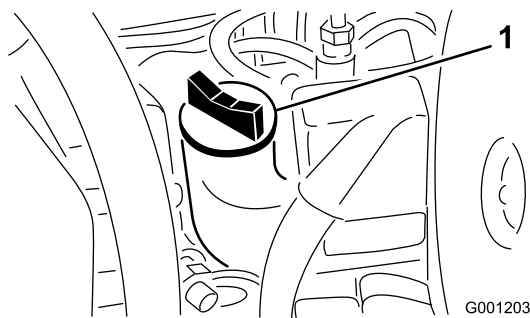

Figura 46
4. Se il livello dell'olio è pari o inferiore alla tacca di AGGIUNTA sull'asta di livello, rimuovete il tappo di riempimento dell'olio (Figura 46) e aggiungete olio per portare il livello alla tacca di PIENO sull'asta di livello.